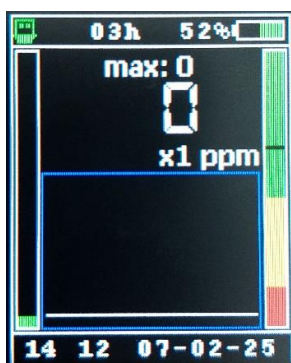

Рисунок 9.10.
9.9.3 При успешном подключении на дисплее отобразится сообщение об успешном подключении и затем газоанализатор перейдет в режим индикатора утечки. При этом на дисплее отобразятся цифровое значение сигнала датчика, линейка текущей концентрации газа в месте нахождения датчика и график предыдущий измерений (рисунок 9.10). С правой стороны дисплея отображается линейка напряжения на датчике. Положение черной линии отображает состояние датчика. Если линия находится в зеленой зоне, то датчик пригоден к работе, если в желтой или красной зоне, то либо датчик имеет предельное состояние, либо отравлен и подлежит замене.